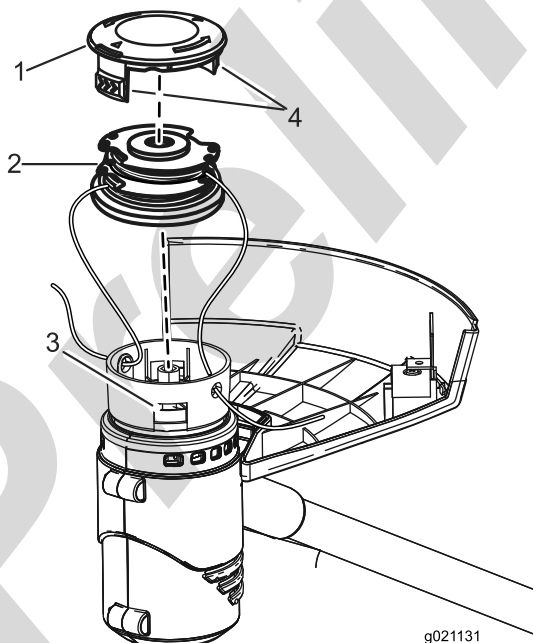

Figura 17
2. Presione las pestañas laterales del retén del carrete (Figura 17).
2. Retire el carrete. Ver Cambio del carrete (Figura 17).